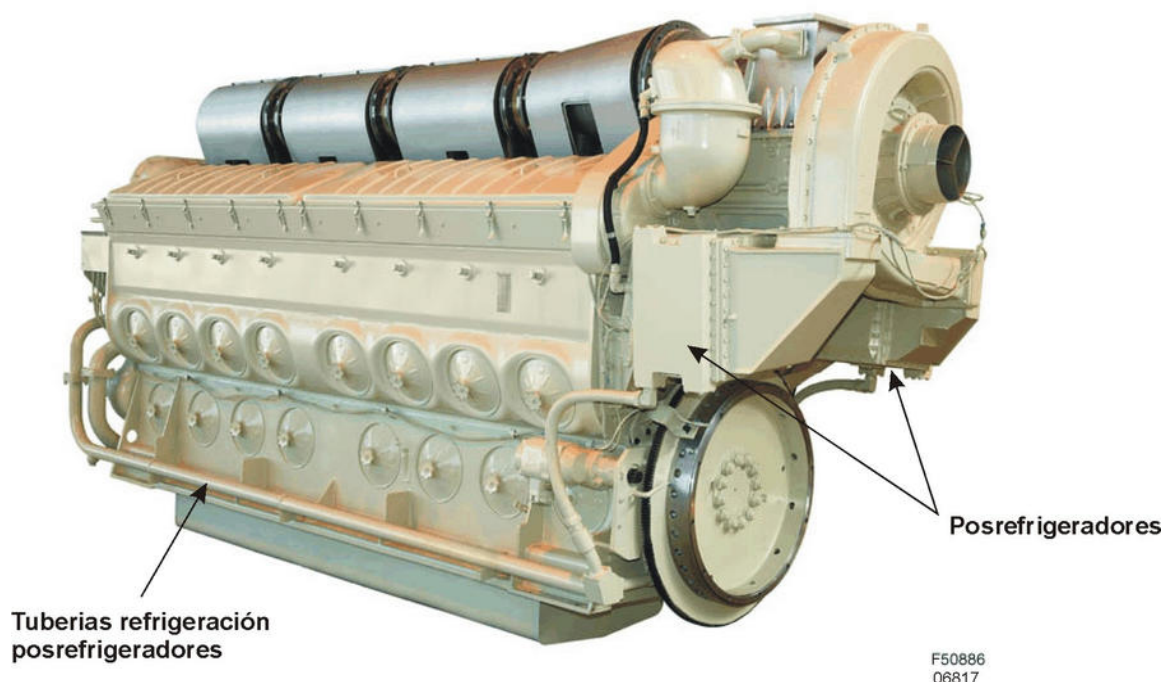

Figura 5-2. Posrefrigeradores
- Un circuito equipado con una bomba de agua (ENGINE WATER PUMP) que hace circular el agua de refrigeración por los radiadores (02), por el refrigerador de aceite del circuito de lubricación (03) y por las camisas de los cilindros del motor diesel.
- El otro circuito esta equipado con una bomba de agua mas pequeña (AF. CO. WATER PUMP) que hace circular el agua de refrigeración por los radiadores (02) y por los post-enfriadores (AFTERCOOLER) del turboalimentador, ver figura 5-2.